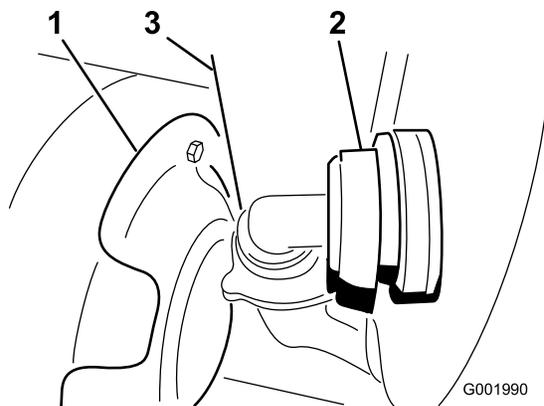

図 57
3. タンクの前壁の下にあるホースを外す(図 57)。
注 防熱シールド(図 57)を押しのけないとカバーが取り外せない場合があります。
7. タンク前面下のホースを接続する (図 57)。